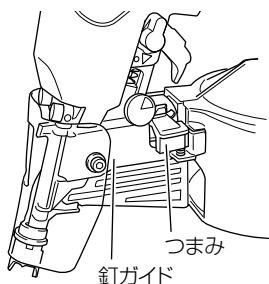

図 30
- つまみの摺動部はときどき掃除し、付属の油を注油してください。(図 30)